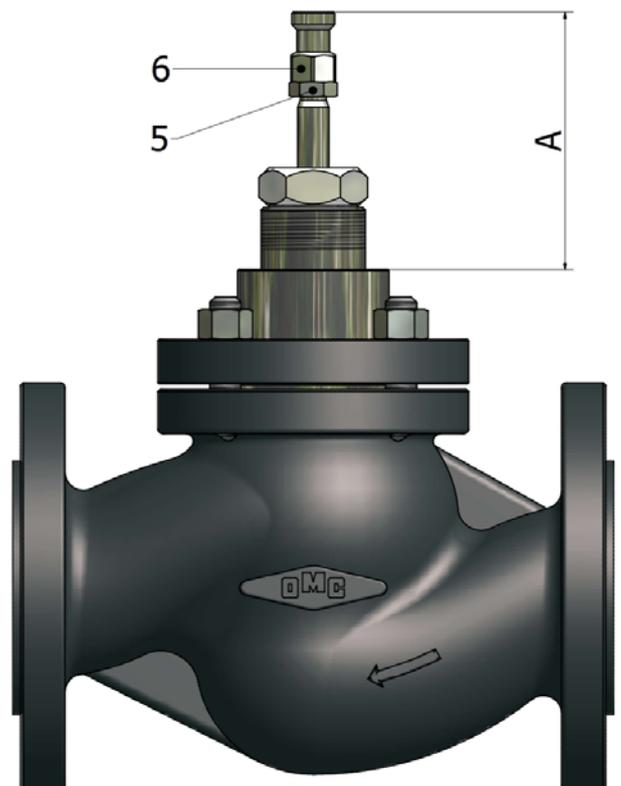

Fig. 12
- Svitare completamente le viti (1) e rimuovere i morsetti (2)
- Svitare completamente la ghiera (3).
- Afferrare il castello (4) ed estrarre l'attuatore
- Misurare con precisione (+/- 0,1mm) la distanza (A) in Fig. 12 e prendere nota
- Rimuoverne i particolari (5) e (6)
- Rimontare il tutto ripetendo le operazioni in senso inverso facendo attenzione al re-allineamento di alberi e alla misura (A)
- Remove the screws (1) and the clamp (2)
- Loosen the mounting nut (3) completely. Catch the actuator yoke (4) and remove the actuator from valve body.
- Measure accurately (+/- 0,1mm) the distance (A) as showed on Fig. 12 and take note.
- Remove items (5) and (6)
- Re-assemble all the items in reverse order ensuring the alignment of the spindles and the restoring of the measure (A).